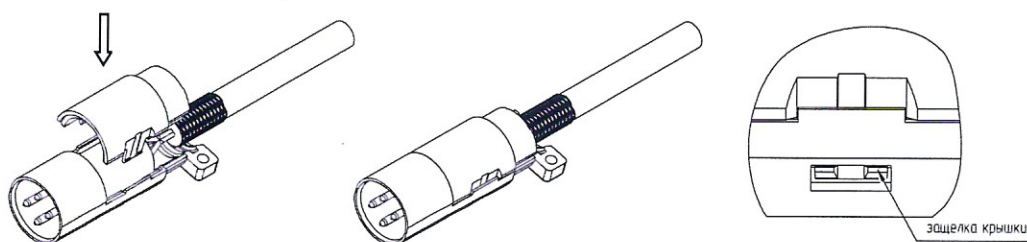

Рисунок 28 – Установка крышки
9.8 Установить крышку на корпус до щелчка. Защелки крышки должны полностью войти в пазы корпуса (рис. 28).